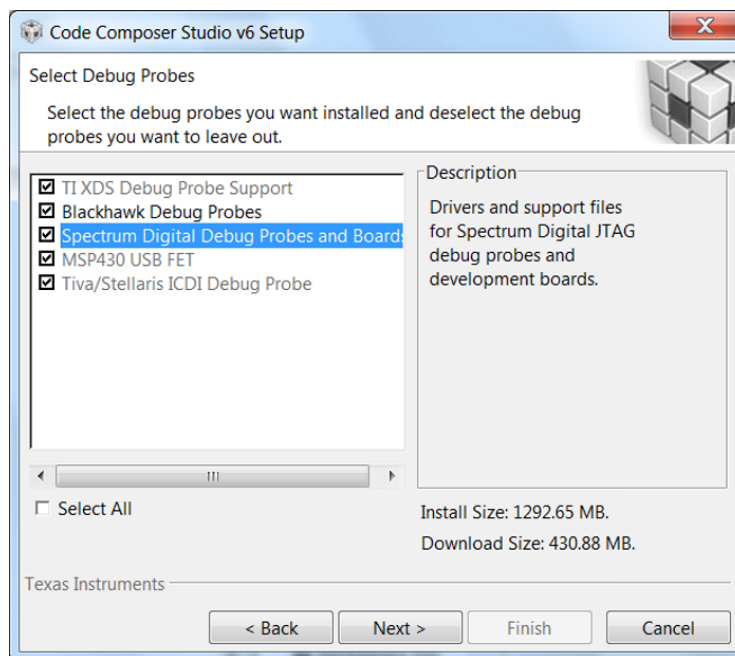

図 12. インストールできるコンポーネント
Step 6. インストールのサイズを確認し、*Finish*ボタンをクリックしてCCSソフトウェアのインストールを開始します(図 12を参照)。